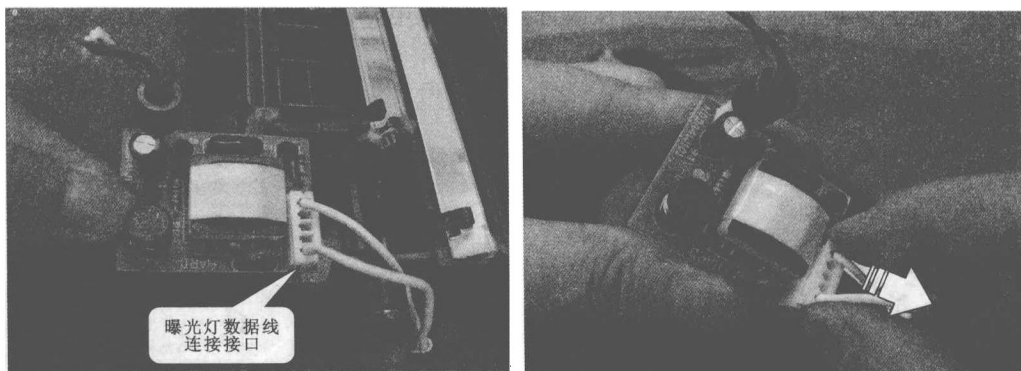

图 1-22 取下曝光灯数据线
(20) 曝光灯高压电路与曝光灯相连, 想要取下曝光灯高压电路应先将曝光灯数据线取下来, 如图 1-22 所示。